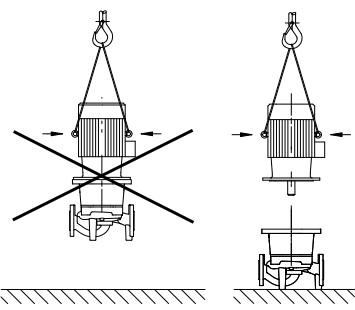

Fig. 8: Transport motora
- Transportne ušice na motoru smiju se upotrebljavati samo za transport motora, ali ne i cijele pumpe (Fig. 8).